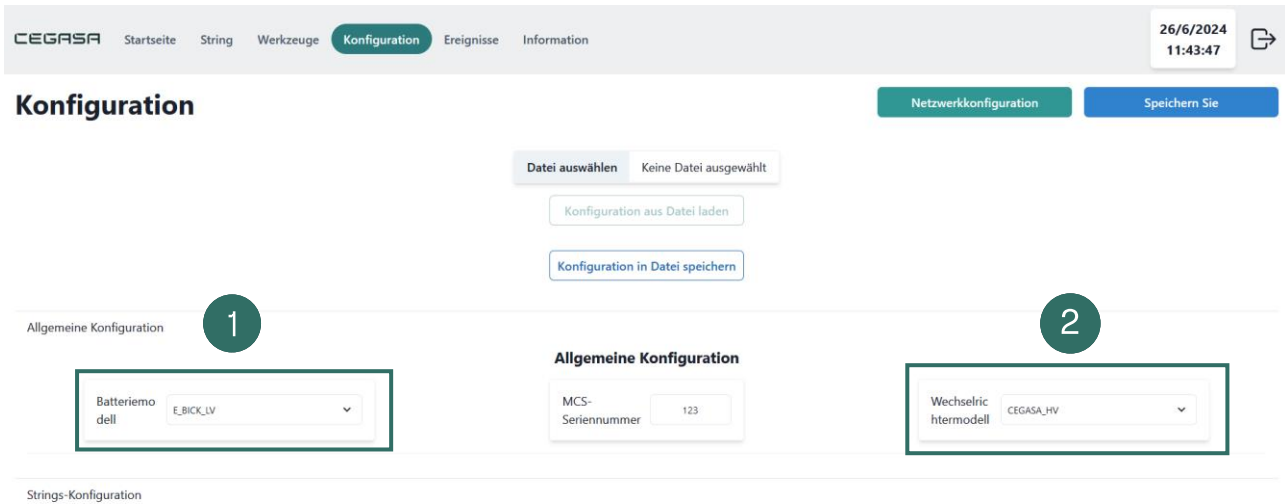

Abbildung 2-1 WebApp. Bildschirm Config – Registerkarte Allgemeine Einstellungen
1. **Batteriemodell**, unter der Registerkarte Allgemeine Einstellungen (1, Abbildung 2-1). Wählen Sie das entsprechende CEGASA-Modul: Beispiel E/Scal
2. **Wechselrichtermodell**, unter der Registerkarte Allgemeine Einstellungen (2, Abbildung 2-1). Das Batteriesystem kann mit verschiedenen kompatiblen Wechselrichtermodellen arbeiten. Diese Wechselrichter haben unterschiedliche Protokolle und Kommunikationsregister.